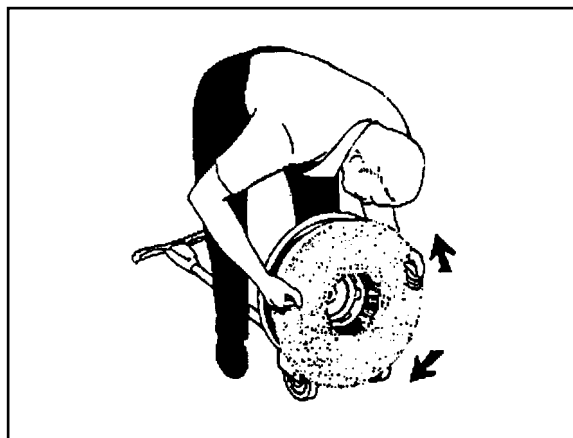

Figure 4
4. En "chevauchant" la machine (Voir fig. 4)